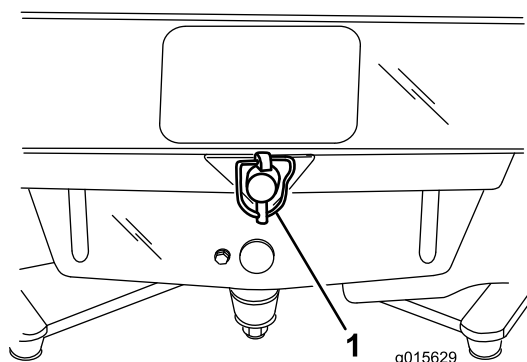

Bild 15
13. Befestigen Sie das Heck des Rahmens mit dem Trennstift am Halterungsstift (Bild 15).